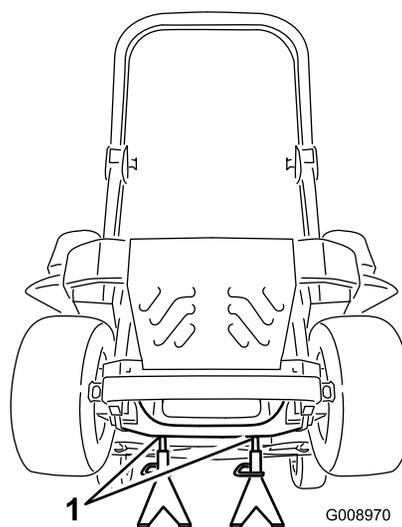

Рисунок 100
3. Поднимите машину и установите ее на подъемные опоры (Рисунок 100).
9. Удалите подъемные опоры и опустите машину (Рисунок 100).